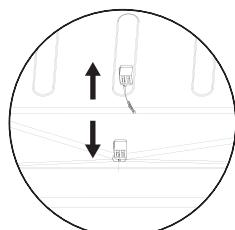

Fig. 1
- For at sikre korrekt afløb af afrimmet vand skal du regelmæssigt rengøre afløbet til vand fra afrimningen med afløbsfilteret fra tilbehørsposen. Du finder afløbet på bagvæggen af kølerummet (se fig. 1). Lad altid afløbsfilteret sidde i afløbet for at forhindre eventuelt snavs i at blokere afløbet.